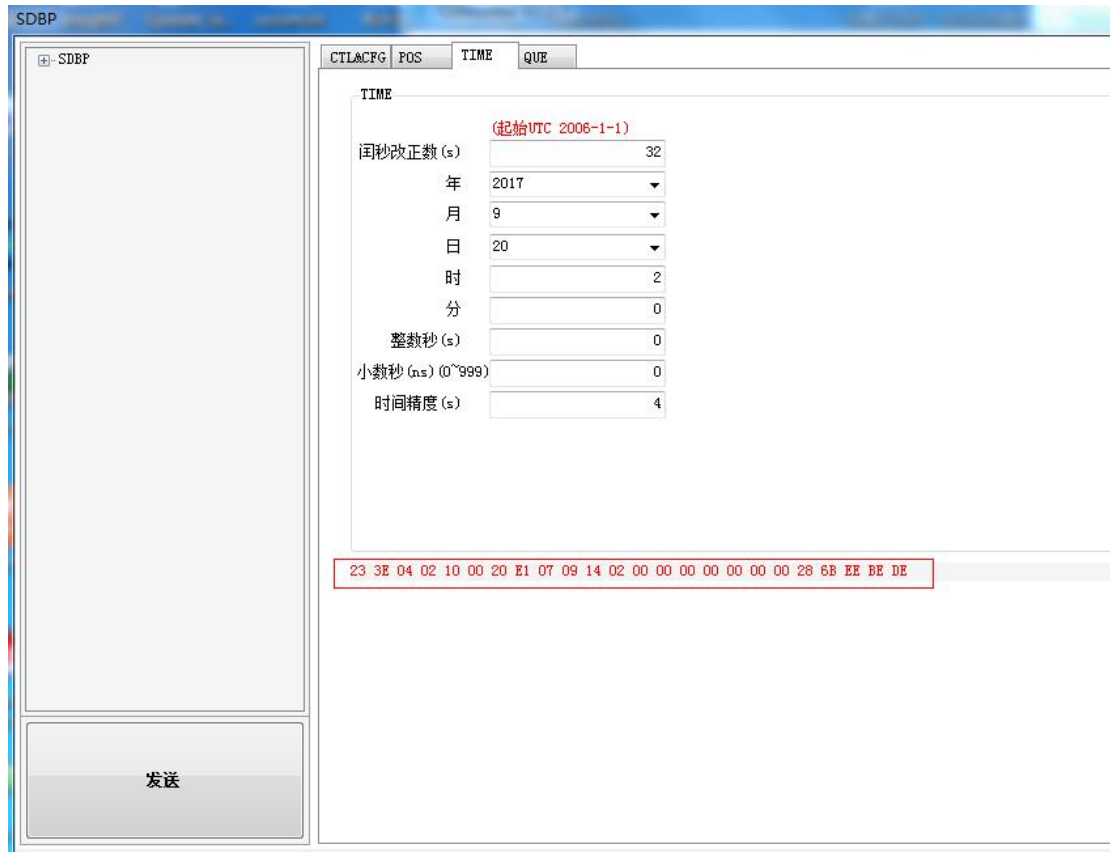

图 1
- (1) 借助“TDMonitor”测试工具，如图1所示，打开SDBP对话框，选定TIM选项，输入当前大概UTC时间信息（时间误差最好小于3秒，同时注意UTC时间比北京时间慢8小时），比如输入020000（对应北京时间为10:00），时间精度设置为大概的网络延迟时间（比如4秒），点发送，在下方出现的“23 3E 04 02 10 00 20 E1 07 09 14 02 00 00 00 00 00 00 28 6B EE BE DE”即为相应的发送辅助时间信息的十六进制指令，指令详细格式说明见《TD-SDBP\_V2说明书(AGNSS)》4.2.2节SDBP-AST-TIME；注意：闰秒改正数发送值目前为32（2017年的北斗闰秒改正数为4，发送指令需加28，所以发送值为32，若国家授时中心发布更新闰秒，该值需同步调整，泰斗服务器中的辅助时间指令包含该最新值）
- (2) 若指令发送成功且有效，则芯片串口会返回相应内容为“23 3E 01 01 02 00 04 02 0A 1D”的十六进制ACK语句；